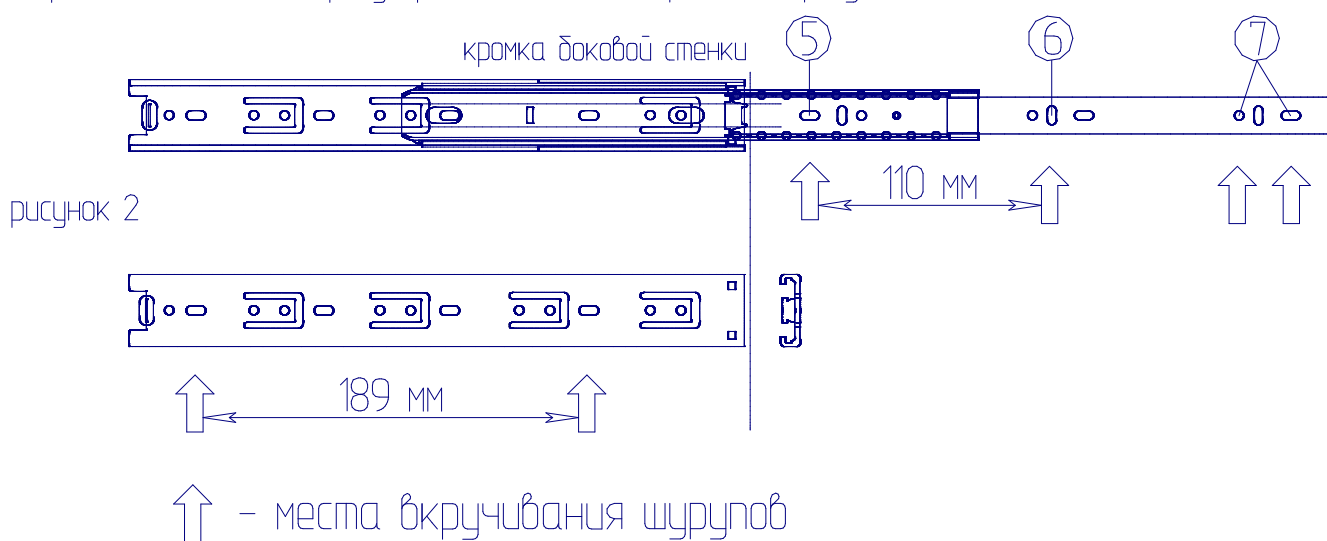

рисунок 2
Отверстие №1 изображенный на (рис.2) необходимо досверлить насквозь сверлом $\Phi 8$ мм.
2. Прикрепить направляющую к боковым стенкам ящика с помощью шурупов 3,5x13 через отверстия (5) и (6)* (рисунок 2)